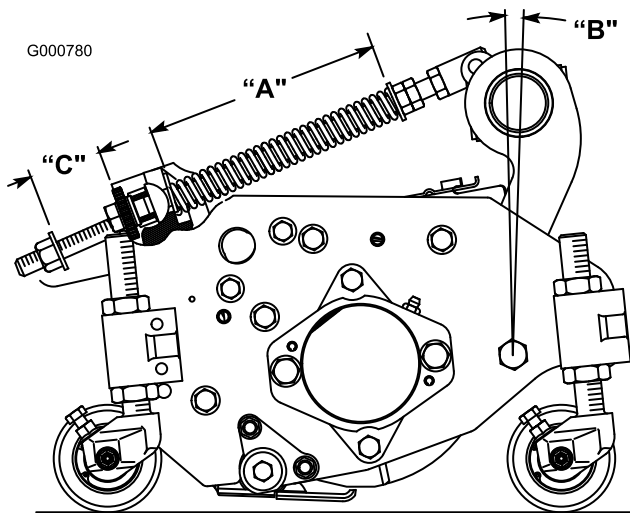

Figura 8
El muelle de compensación del césped (Figura 8), que conecta el bastidor de tiro a la unidad de corte, controla la rotación adelante - atrás, y la altura sobre el terreno en el transporte y en los giros.
- Apriete la contratuerca del extremo trasero de la varilla del muelle hasta que el hueco (C) entre la parte trasera del soporte del muelle y la parte delantera de la arandela sea de 25 mm (Figura 8).
- Apriete las tuercas hexagonales del extremo delantero de la varilla del muelle hasta que la longitud comprimida (A) del muelle sea de 203 mm (Figura 8).
Nota: Cuando siegue césped basto u ondulado, aumente la longitud comprimida (A) del muelle a 216 mm y el hueco (C) entre la parte trasera del soporte del muelle y la parte delantera de la arandela a 38 mm (Figura 8).